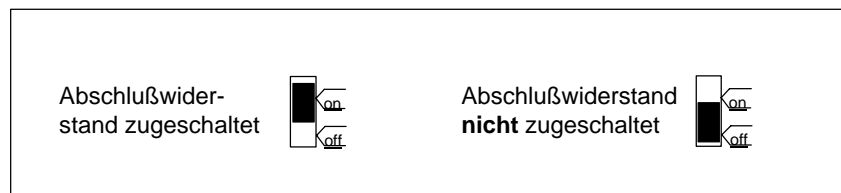

Bild 4-26 Busanschlußstecker (6ES7 972-0B.11-...): Abschlußwiderstand zugeschaltet und abgeschaltet
3. Wenn sich der Busanschlußstecker am Anfang oder Ende eines Segments befindet, müssen Sie den Abschlußwiderstand zuschalten (Schalterstellung "ON") (siehe Bild 4-26).